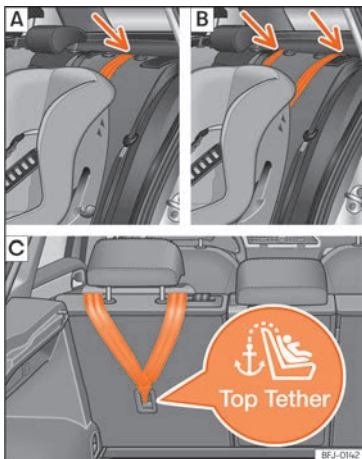
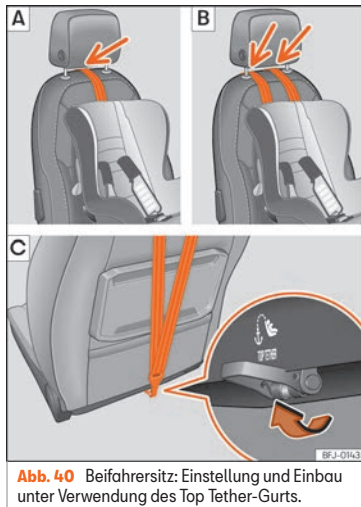

Abb. 39 Äußere Sitzplätze der zweiten Sitzreihe: Einstellung und Einbau unter Verwendung des Top Tether-Gurts.
Abb. 40 Beifahrersitz: Einstellung und Einbau unter Verwendung des Top Tether-Gurts.
» **Abb. 39**. Am Beifahrersitz ist die Öse im un-
» **Abb. 40**.
- Führen Sie den Gurt unter der Kopfstütze durch »» **Abb. 39** [A] oder [B], »» **Abb. 40** [A] oder [B] (in Abhängigkeit der Gebrauchsanweisungen des Kindersitzes ggf. Kopfstütze anheben oder entfernen).
- Den Haltegurt nach hinten führen und ordnungsgemäß in die Verankerung an der Rückseite der Sitzlehne einhaken »» **Abb. 39** [C], »» **Abb. 40** [C].